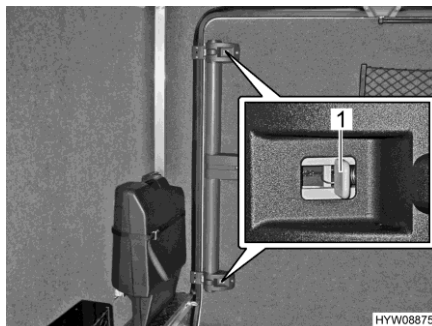

Fig. 52 Puerta de garaje (desbloqueo de emergencia desde el interior)
- Presionar la corredera gris (Fig. 52,1) hacia el centro de la puerta en las cerraduras superior e inferior.